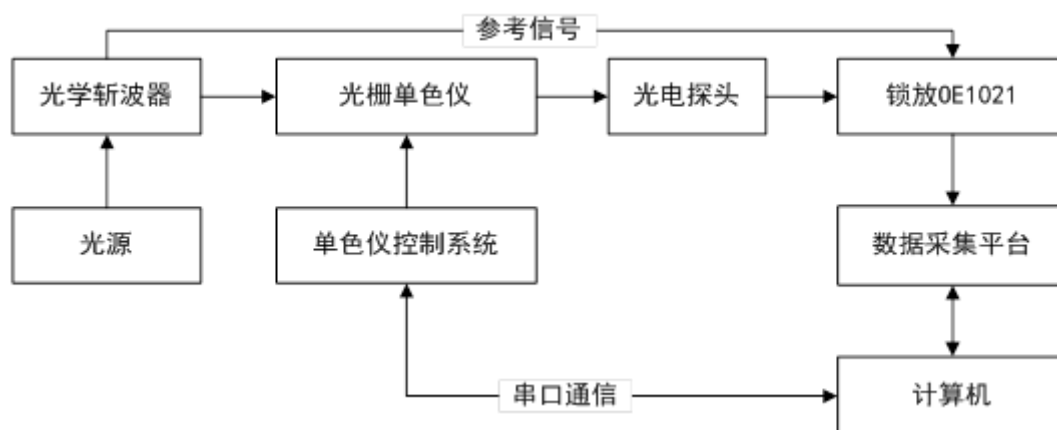

图103. 光谱测量平台示意图
3. 搭建起光谱测量平台,并用一条带 BNC 接头的信号线连接光电探头的输出接口和 OE1022 前面板 SIGNAL IN 的 A/I 接口;用另一条带 BNC 接头的信号线连接光学斩波器的同步频率信号输出接口 Sync out f1 和 OE1022 前面板的 REF IN 接口;用一条带 BNC 接头的信号线连接 OE1022 前面板的 CH1 接口和数据采集平台,示意图如图 103 所示: